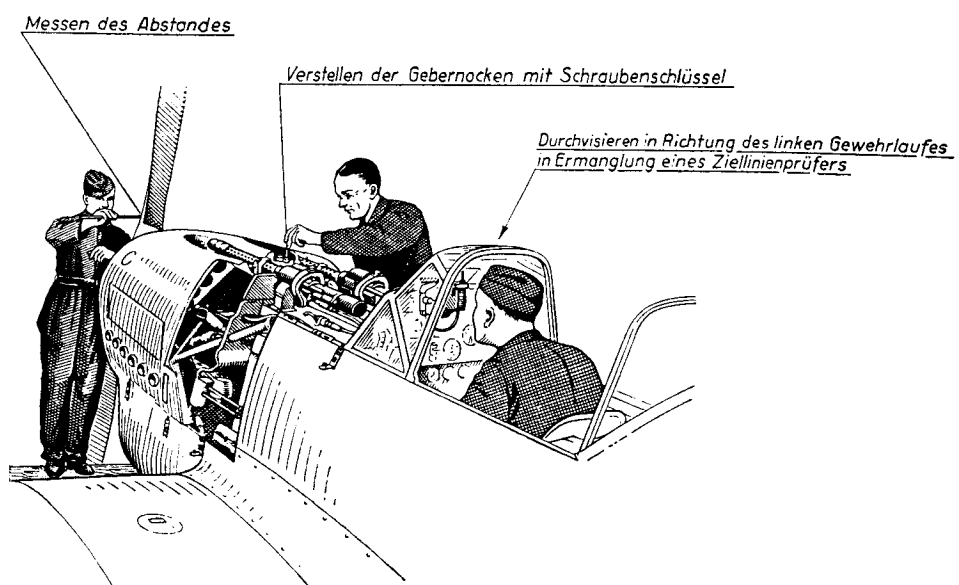

Abb. 59: Einstellen des Nullschusses.
8. Sofern kein Ziellinienprüfer zur Verfügung steht, kann die Feststellung des Abstandes des Luftschraubenblattes erfolgen, indem durch den Lauf oder behelfsmäßig über denselben visiert wird (Abb. 59).